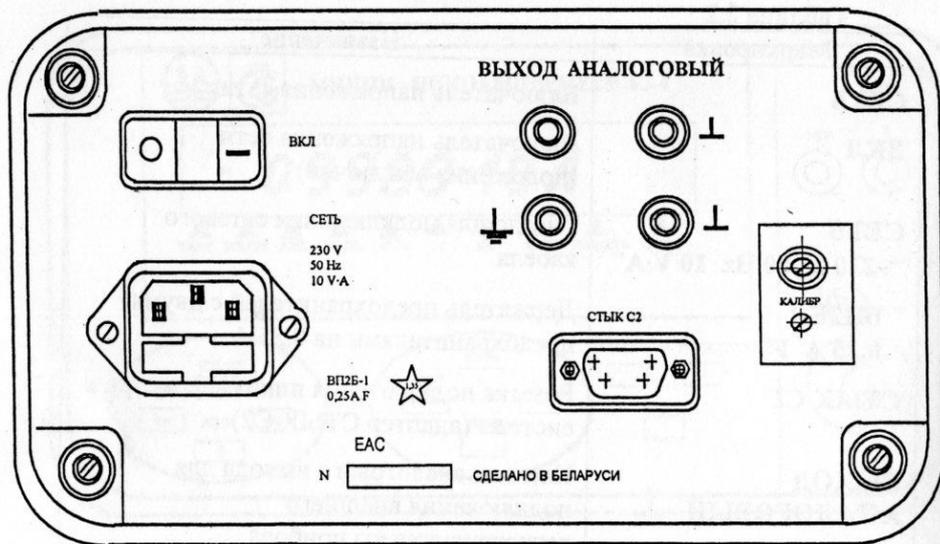

Рисунок 2.3 – Схема расположения органов управления и подключения на задней панели пикоамперметра А2-4
2.3.4 На задней панели пикоамперметра А2-4 (рисунок 2.3) расположены органы управления и подключения, маркировка которых указана в таблице 2.2.